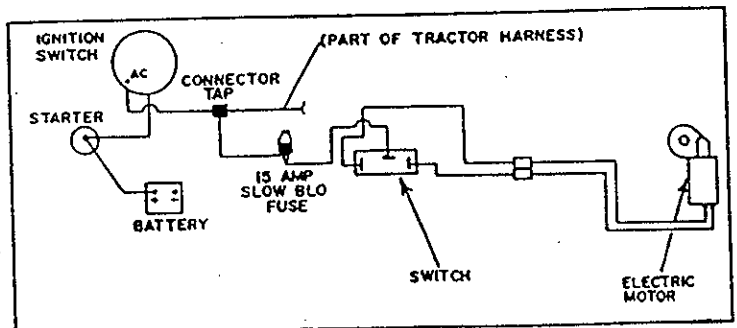

FIGURE 6
- f) Soudez un fil de 18" sur l'interrupteur terminal du côté du support de fusible et un autre fil de 18" sur le terminal à l'autre bout de l'interrupteur (voir figure 6).
- h) Rattachez un fil du support de fusible au terminal central de l'interrupteur de contrôle et l'autre fil au bouton de démarrage du tracteur (voir figure 6).